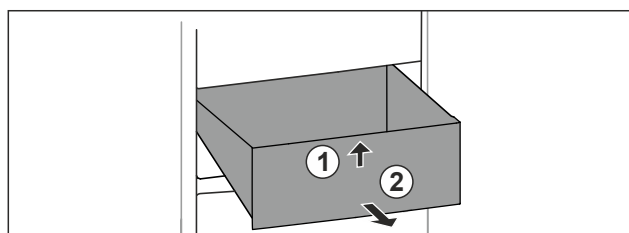

Fig. 68
- ▶ Schubfach vorne anheben. Fig. 68 (1)
- Schubfach nach vorne entnehmen. Fig. 68 (2)